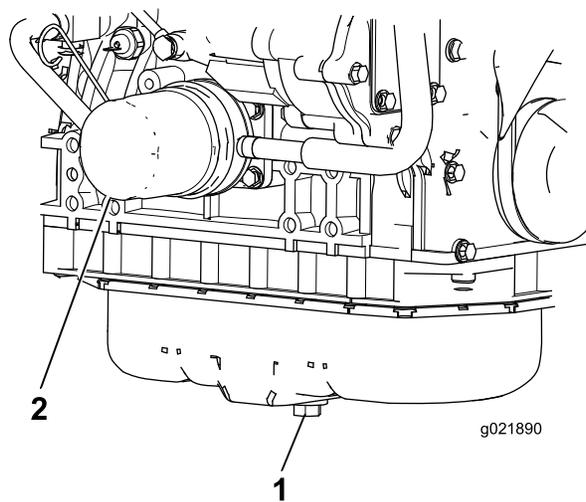

Рисунок 73
1. Снимите сливную пробку и дайте маслу стечь в сливной поддон (Рисунок 73).
3. Снимите масляный фильтр (Рисунок 73).